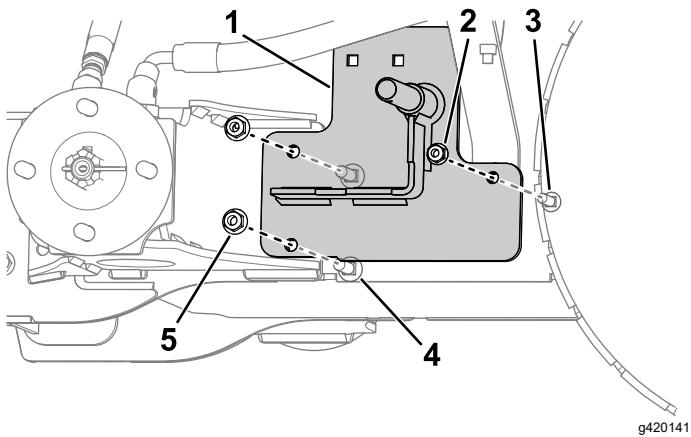

**Figura 4**
2. Instale el freno de estacionamiento en el soporte izquierdo usando 2 casquillos y sujételo con una chaveta, como se muestra en la Figura 4.